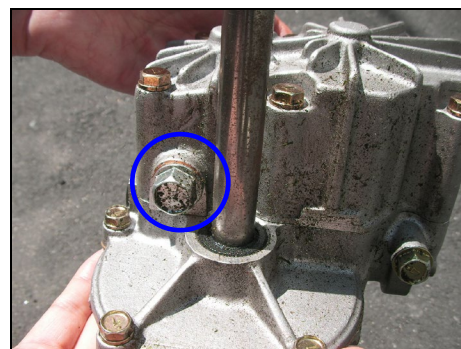
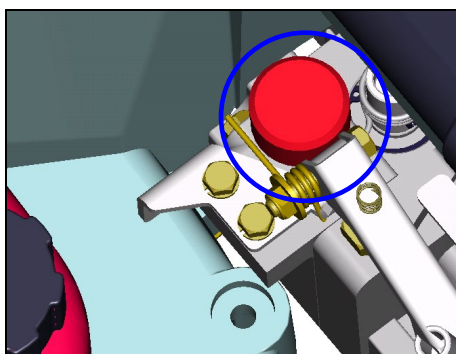
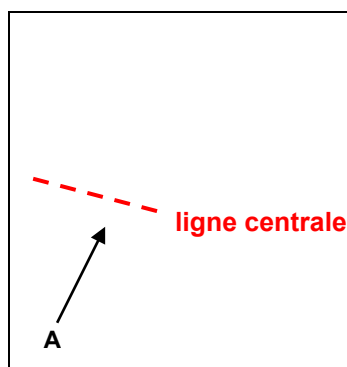

Fig. 21
Fig. 22
Fig. 23
3. Remplacer ensuite l'huile du groupe HST. Retirer le bouchon de vidange (fig. 21), et vidanger la totalité de l'huile du groupe. Revisser le bouchon de vidange. Retirer le bouchon de remplissage rouge (fig. 22), et verser 0.22 l. d'huile pour HST VG 46 ou SAE10W30 et revisser le bouchon de remplissage. Si le niveau d'huile est inférieur à la ligne médiane du regard, ajouter de l'huile pour que le niveau remonte au dessus de cette ligne (fig. 23),
Avant de retirer le bouchon de remplissage rouge(fig. 22 & 23), nettoyer autour du bouchon et s'assurer d'aucune intrusion de poussière ou de saleté dans le groupe HST. Procéder aux vidange dans un endroit propre et non poussiéreux.